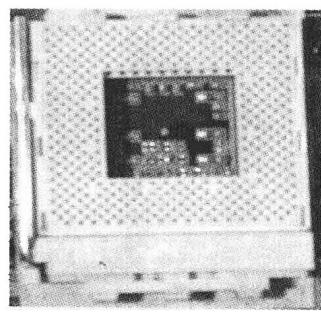

图 1-6 Socket462 接口
(5) SocketA 接口也称 Socket462 接口，是 AMD 公司 Athlon XP 和 Duron 处理器的插座标准。SocketA 接口具有 462 插针，如图 1-6 所示。可以支持 133MHz 外频 AthlonXP、Athlon 和 Duron 系列 CPU。